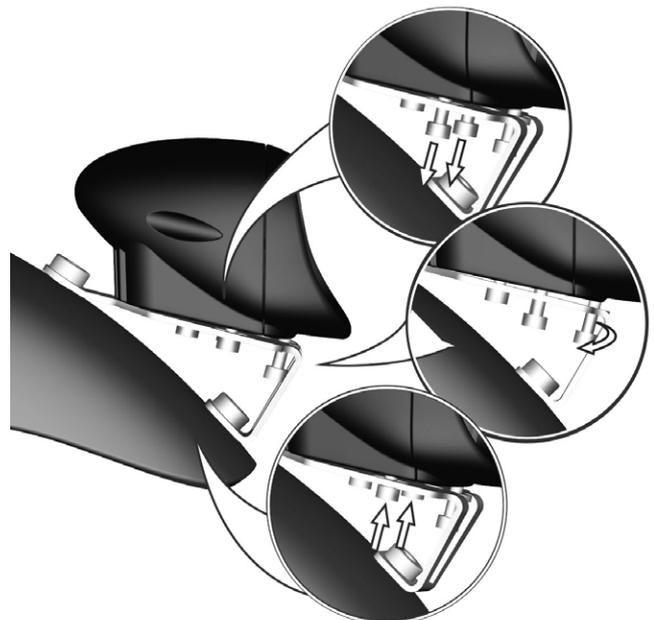

Abbildung 133. Einstellung der vorderen Beleuchtung
1. Die beiden Befestigungsschrauben vorn and der Beleuchtung lösen. Siehe Abbildung. 133.
2. Winkel der Beleuchtung einstellen, indem man die Einstellschraube im oder gegen den Uhrzeigersinn dreht. Siehe Abbildung. 133.
3. In gewünschtem Winkel durch Anziehen der beiden Schrauben fixieren. Siehe Abbildung. 133.